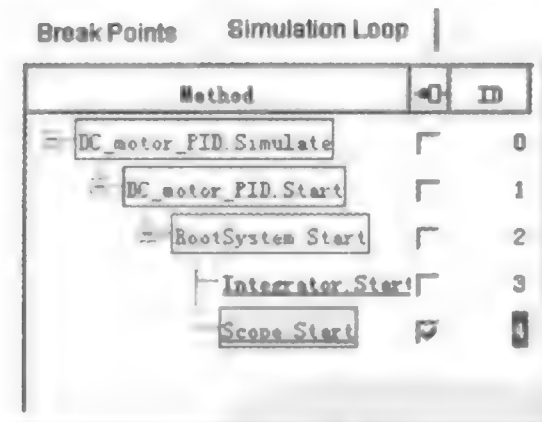

图 2.3.14 运行至断点
(2) 通过 GUI 调试器的 Simulation Loop 选项卡设置断点。此设置方法需要先运行调试器，当调试器仿真若干个模块后，Simulation Loop 选项卡中经历的模块才能显示出来，对于复杂系统，需要执行得更多步才能显示出期望的模块，如图 2.3.14 所示。